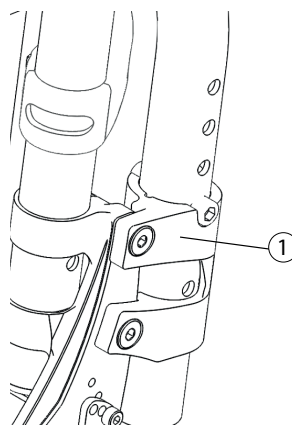

Abb. 19a
- Ziehen Sie die Armlehne aus der Armlehnenaufnahme (1) (Abb. 19a).